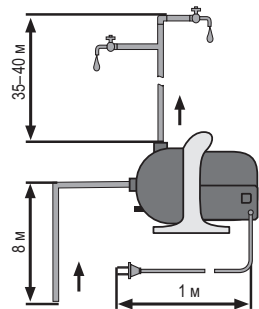

Рис. 7
- Соберите подводящий и отводящий каналы согласно Рис. 7
Перед длительным хранением, а так же при уборке на зимнее время, отсоедините от изделия шланги и полностью слейте воду из шлангов и изделия, открутив пробку 1 (Рис. 7).